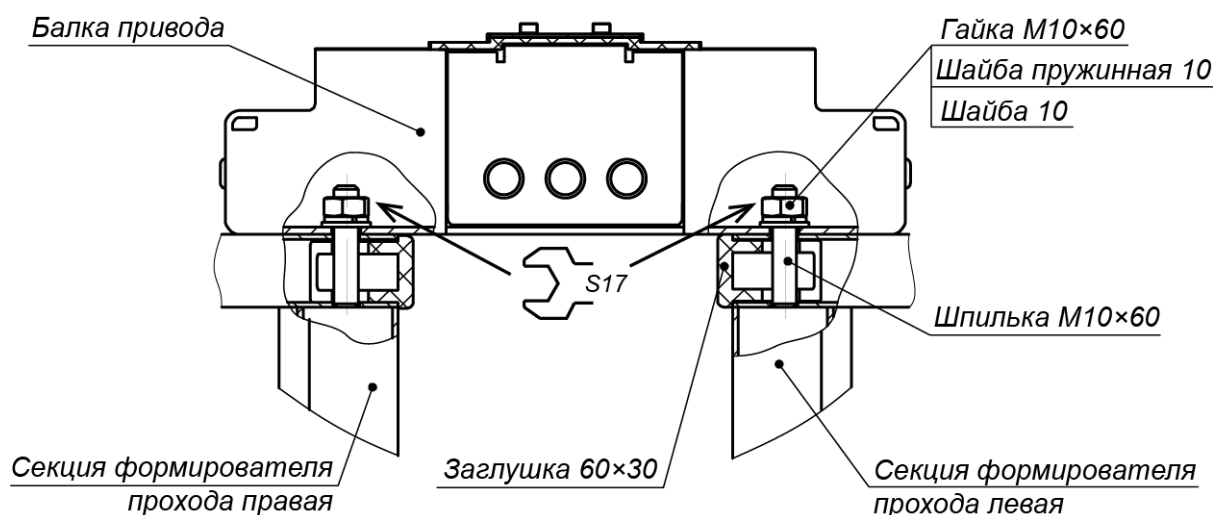

Рисунок 15. Крепление балки привода (8) к секциям (6) формирователя прохода
- Закрепите балку привода на секциях (6) формирователя прохода двумя гайками M10 с шайбами (см. рис. 15), накрутив их на шпильки с помощью торцевого ключа S17. Затяжка гаек предварительная, для возможности регулировки положения.